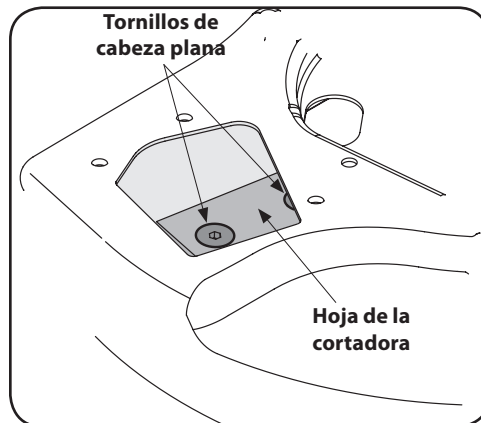

Figura 5-8
14. Mediante una llave Allen de 3/16", retire los tornillos de cabeza plana que sujetan la hoja de la cortadora al motor. Dichos tornillos son accesibles a través de la abertura que se creó cuando retiró el canal de la cortadora anteriormente. Vea la Figura 5-8.